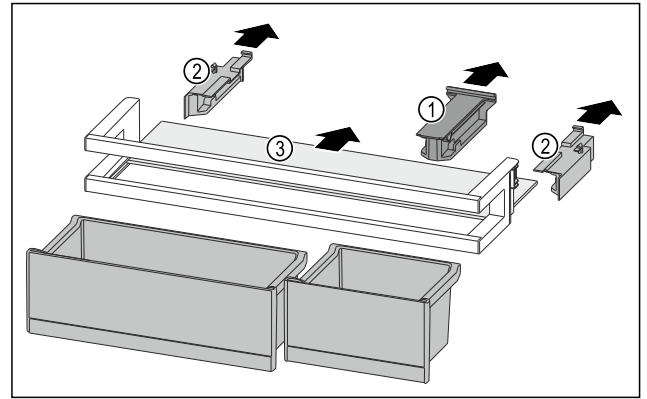

Fig. 200
- ▶ Halteteil Fig. 200 (1) abziehen.
- ▶ Seitenteile Fig. 200 (2) abziehen.
- ▶ Abstellfläche Fig. 200 (3) entnehmen.